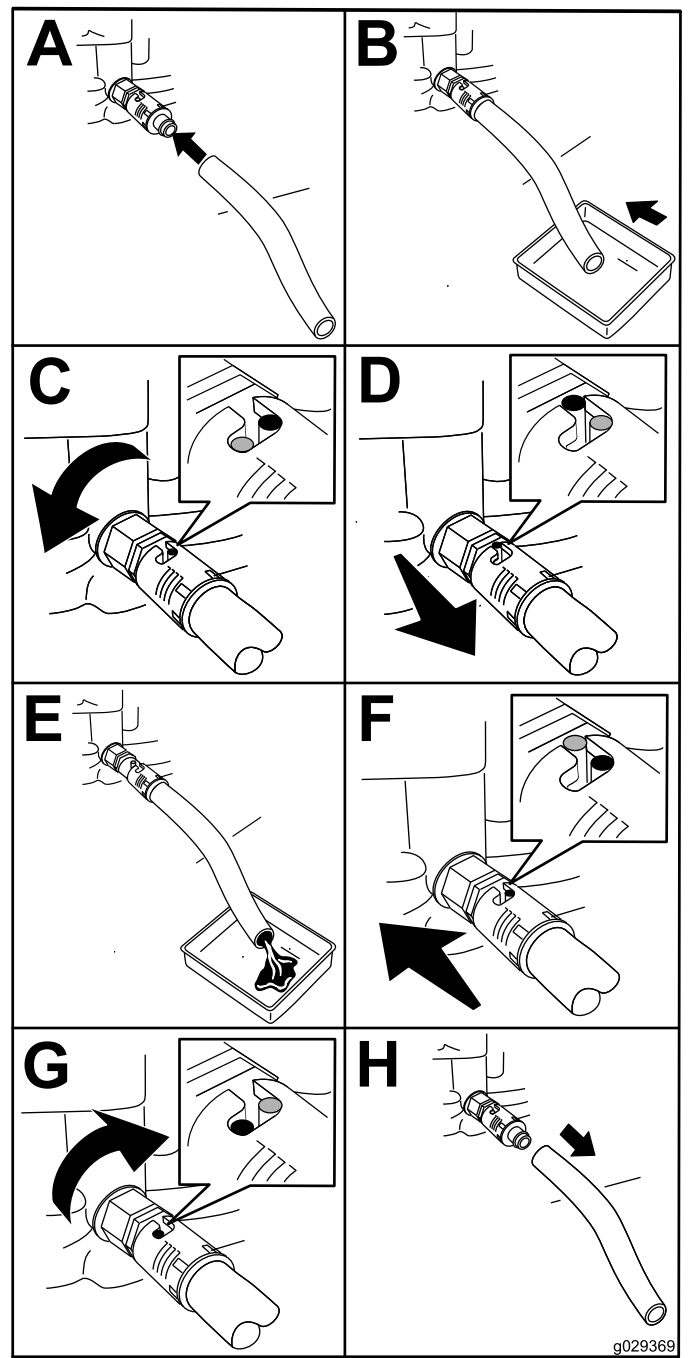

Figura 29
1. Instale o tubo de drenagem na válvula de drenagem (Figura 29).
2. Coloque a outra extremidade do tubo (Figura 29) num recipiente de drenagem com a capacidade de um litro.
3. Rode a válvula de drenagem de óleo 1/4 de volta no sentido contrário ao dos ponteiros do relógio e deixe que o óleo do motor drene completamente (Figura 29).
4. Rode a válvula de drenagem de óleo 1/4 de volta no sentido dos ponteiros do relógio para fechar a válvula (Figura 29).
5. Retire o tubo de drenagem (Figura 29) e limpe qualquer óleo derramado.